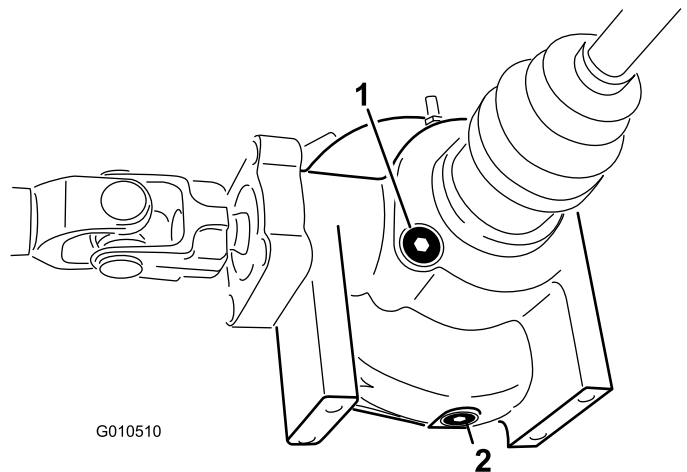

图 43
4. 清洁差速器侧面加油/检查塞周围的区域图 43。
4. 清洁差速器侧面排油塞周围的区域 图 43。